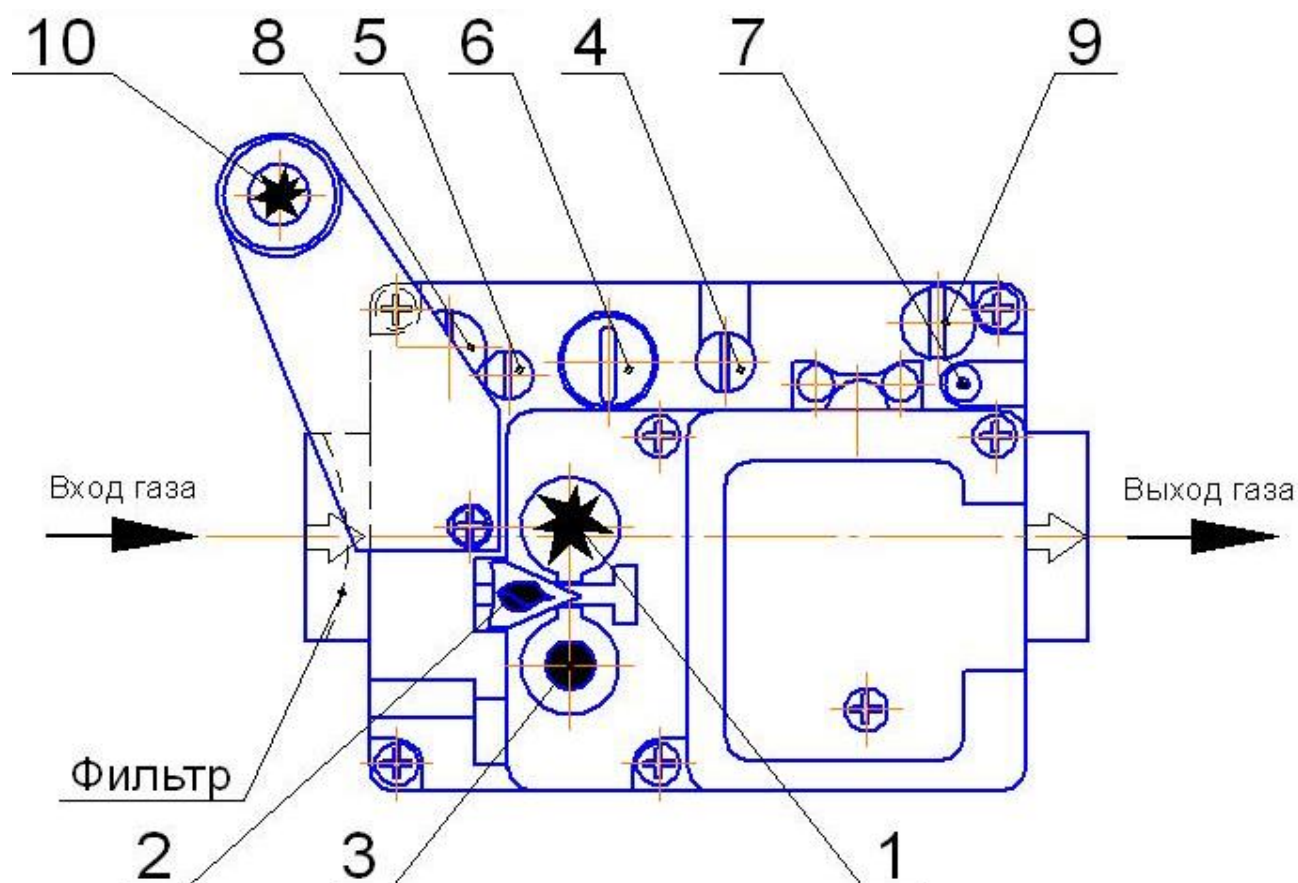

Рис.5 Элементы управления газовым клапаном. Вид сверху.
6.3.5 Нажмите кнопку «*» (п.1 рис.5) и удерживайте её полностью нажатой – проход газа к запальной (пилотной) горелке открывается. Не отпуская кнопку «*», нажмите кнопку пьезовоспламенителя 10 до щелчка. Контролируйте розжиг запальной горелки через смотровое отверстие щитка.
6.3.8 Для включения основной газовой горелки нажмите поперечную кнопку «» (поз. 2, рис. 5).
6.7 Для полного выключения котла нажмите кнопку «●» (поз.3 рис.5) полностью. Отпустите кнопку. При этом кнопки «●» и «*» фиксируются в нижнем положении. Когда ток, вырабатываемый термопарой, перестанет быть достаточным для удержания магнитного блока притянутым, кнопки «●» и «*» освобождаются, и переходят в верхнее положение. Теперь имеется возможность выполнить повторный розжиг. Если в этом нет необходимости, выключите тумблер «СЕТЬ» и закройте газовый кран перед котлом.